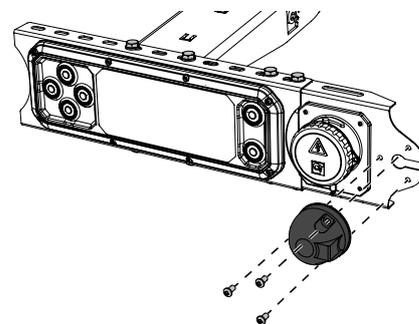

Figura 49. Montaje del conector del dispositivo de control de mano CD 18.
5. Si el elevador trasero se va a equipar con el dispositivo de control de mano CD 18, monte su conector en el soporte, véase Figura 49.